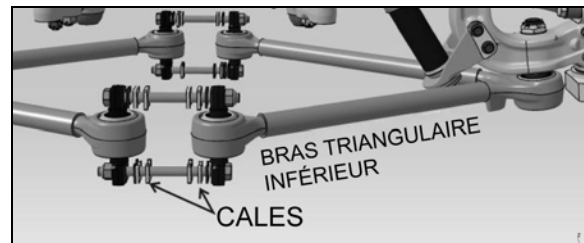
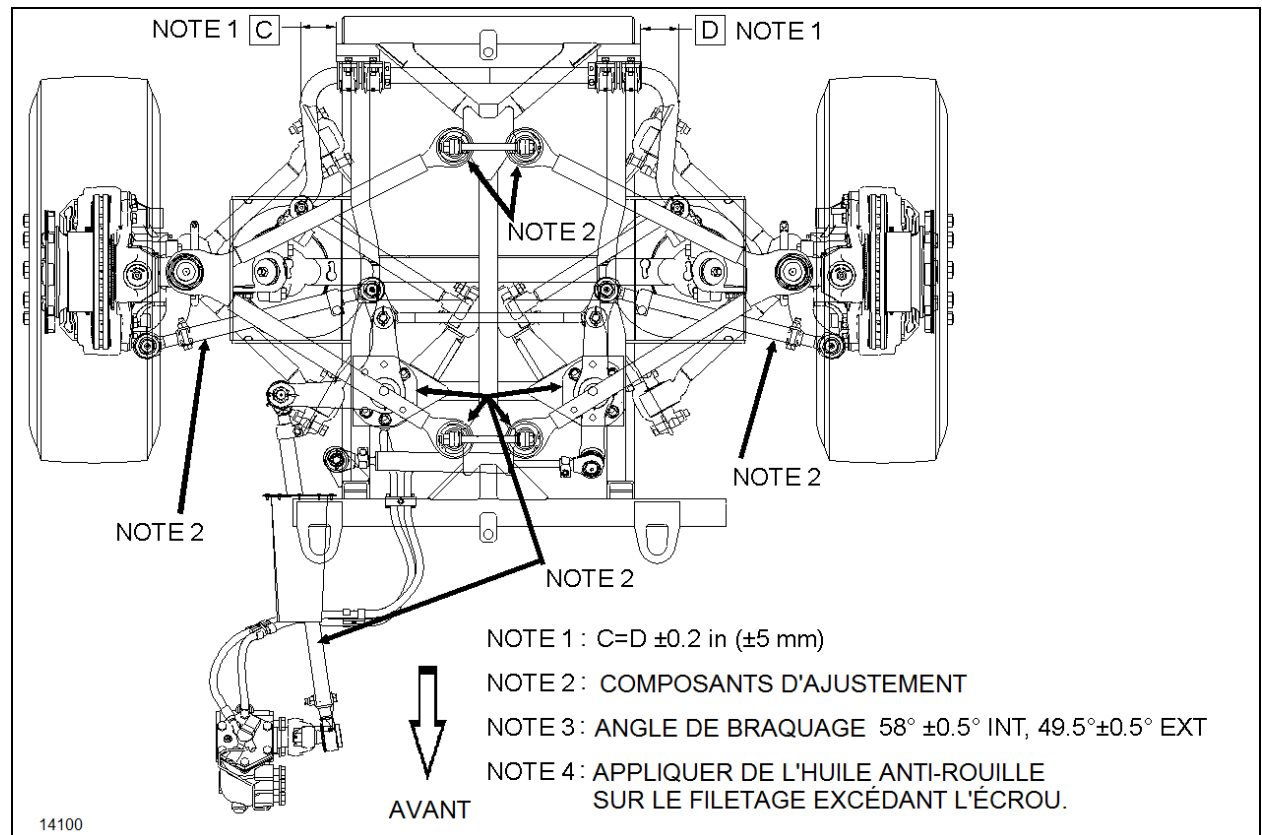
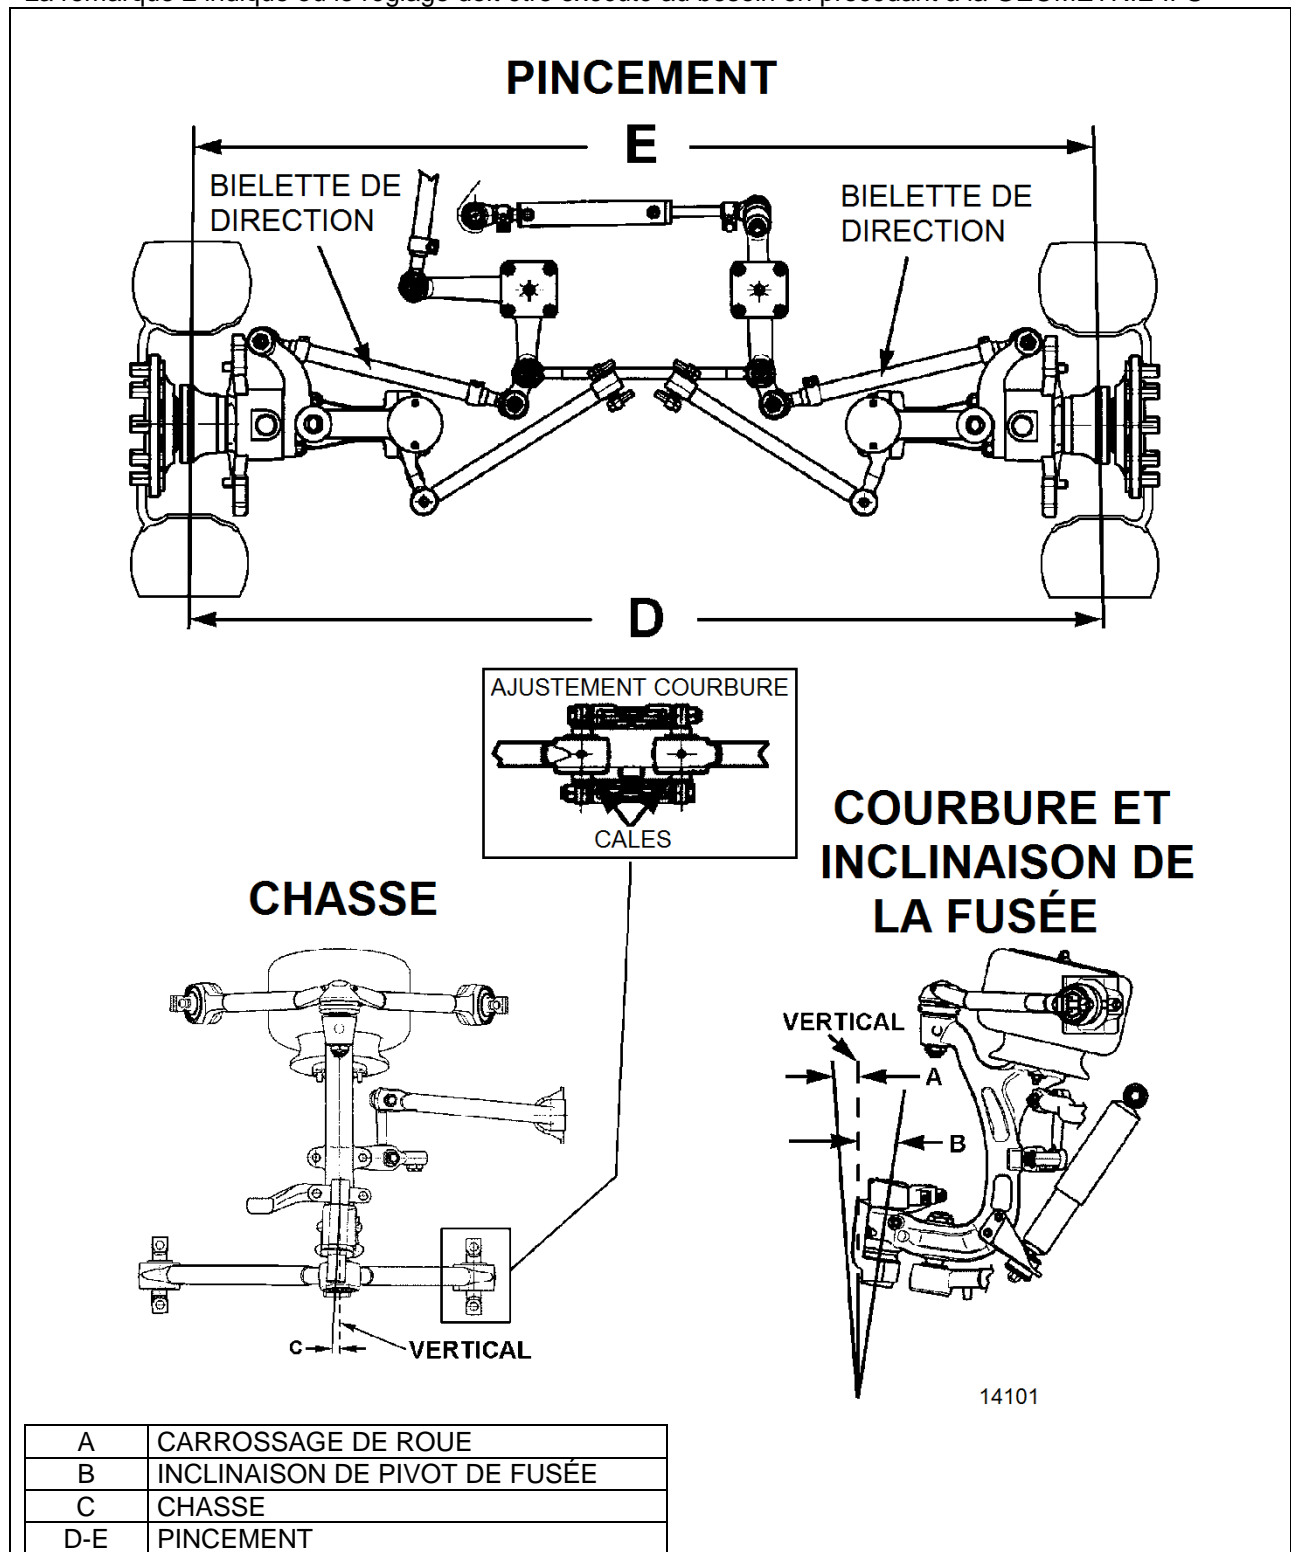

FIGURE 22: CALES AUX BRAS TRIANGULAIRES INFÉRIEURS
FIGURE 25: GÉOMÉTRIE IFS
FIGURE 26: SCHÉMA DE GÉOMÉTRIE DE TRAIN AVANT
**Carrossage de roue :** le carrossage est le nombre de degrés auquel le haut de la roue est incliné vers l'intérieur ou l'extérieur à partir de la verticale (Figure 26).
**Pincement de roue :** une légère convergence vers l'intérieur donnée aux roues d'un véhicule pour améliorer la direction et uniformiser l'usure des pneus (D moins E, Figure 26).
**Inclinaison de pivot de fusée :** l'inclinaison du pivot de fusée de la verticale vers le centre du véhicule dans le haut et à l'extérieur du bas (B, Figure 26).
**Chasse d'essieu avant :** l'inclinaison du pivot de fusée par rapport à la verticale dans le sens avant vers l'arrière (C, Figure 26).
Caler le bras triangulaire inférieur pour régler le carrossage (Figure 22 & FIGURE 25). Si l'inclinaison de pivot de fusée est incorrecte, tout l'assemblage de pivot de fusée de roue peut être déformé et doit alors être remplacé.
2. En utilisant une clé à tubes, faire tourner les tubes de la bielle pour obtenir la mesure de pincement spécifiée à l'étape 5, paragraphe Vérification du pincement. (Figure 26)
Des variations de chasse peuvent être dues à un bras triangulaire de suspension supérieure, un bras triangulaire de suspension inférieure ou un logement de pivot de fusée plié. La chasse doit être réglée au moyen de cales. Un appareil de précision doit être utilisé pour mesurer la chasse. Caler le levier coudé et le bras de renvoi pour régler la chasse (Figure 26).
Voir FIGURE 25 & Figure 26.